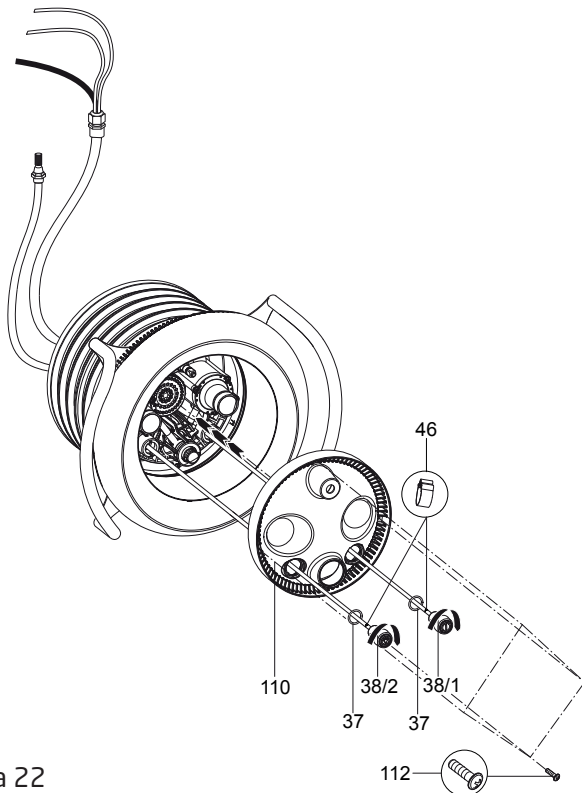

Figura 22
9. Guíe el tubo de aire a través de los dos (2) orificios interiores de la cubierta de la luz (parte #110). *NOTA: El botón ON/OFF de la luz está sobre la izquierda y el botón ON/OFF de la bomba está sobre la derecha.* Proceda a alinear la cubierta de la luz con la carcasa de la boquilla y fijela con cuatro (4) tornillos autorroscables (parte #112). (Ver Figura 22)